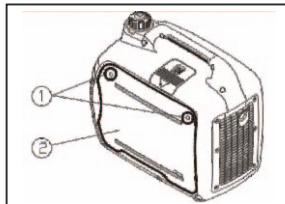

Рис.18
1. Открутите болты (1) и снимите крышку доступа к маслозаливной горловине (2) (рис.18).